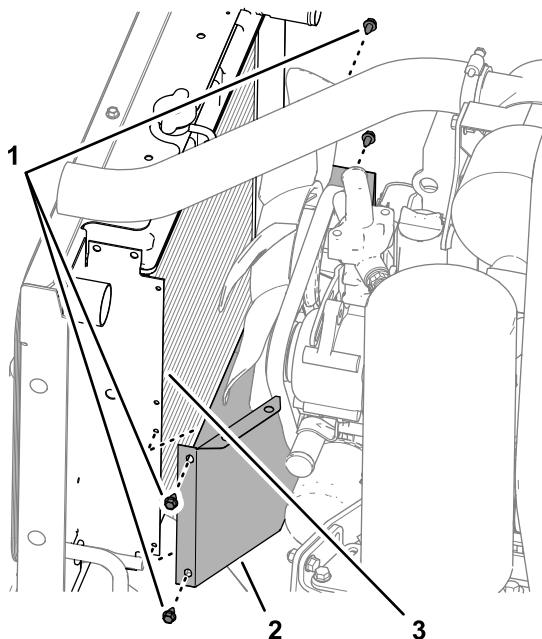

Figur 18
1. Fjern de 4 flangehovedskruer ($\frac{1}{4}$ " x $\frac{1}{2}$ "), der fastgør den øverste ventilatorafskærmning til kølerens flange, og afmonter afskærmningen fra maskinen (Figur 18).